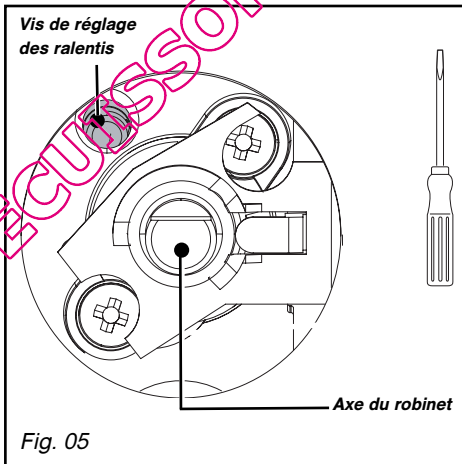

Fig. 05
- A l'aide d'un petit tournevis plat, **vissez à fond** la vis de réglage des ralentis en laiton (jaune) (Fig. 05), **dans le sens des aiguilles d'une montre**.